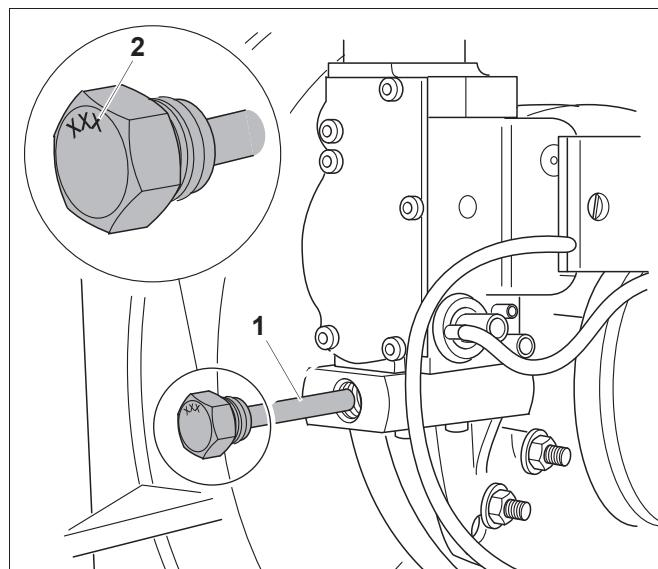

Рис. 12 Переход на природный газ L, замена газовых дросселей
Горелка имеет заводскую настройку на природный газ Н. Для перехода на природный газ L нужно заменить газовые дроссели (см. рис. 12).
- Проверьте обозначение газового дросселя (рис. 12, **поз. 2**) по табл. таб. 3.
- Ключом на 16 мм выверните газовые дроссели (рис. 12, **поз. 1**).